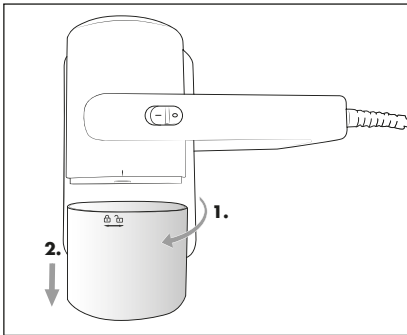

Abb. 4
- 1) Drehen Sie den Staubbehälter **4** gegen den Uhrzeigersinn, bis die Markierung am Gerät über dem Symbol  (offen) steht, um ihn vom Gerät zu entfernen (Abb. 4).